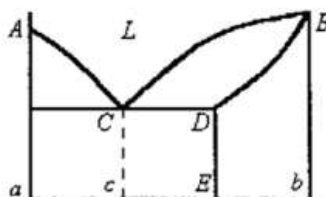

Рис. 44
**№ 113. Какие сплавы системы А-В (рис. 44) могут быть закалены?**